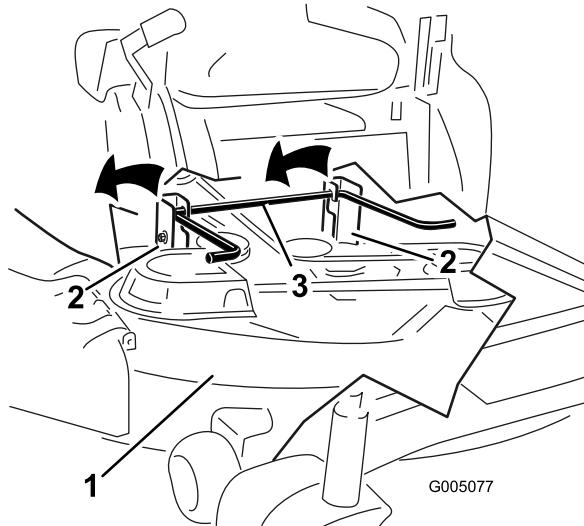
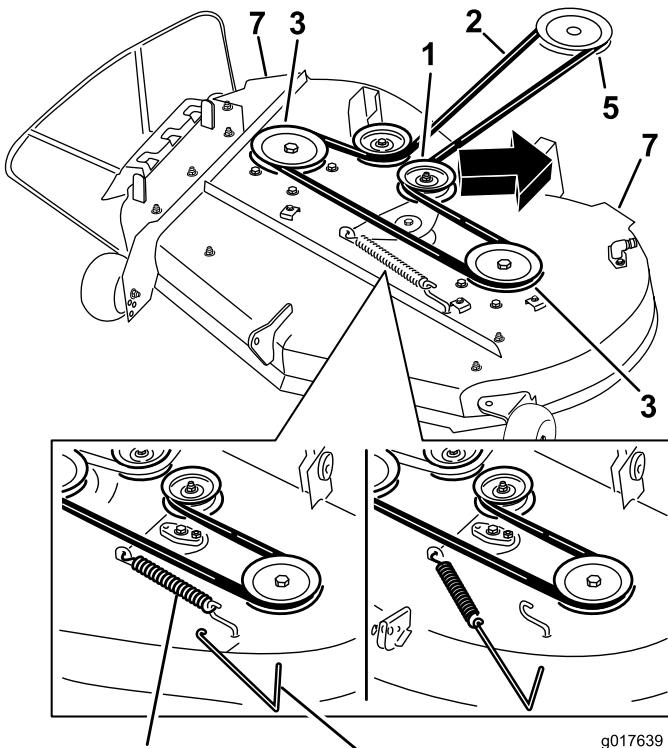

Figura 56
Figura 57
5. Usando las asas de la carcasa de corte, eleve la carcasa de corte y separe ésta y las pletinas de suspensión de la varilla de elevación trasera; luego baje el cortacésped con cuidado al suelo (Figura 56 y Figura 57).
- Usando una herramienta para la retirada de muelles (Pieza Toro N° 92-5771), retire el muelle tensor del gancho de la carcasa para eliminar la tensión de la polea tensora, y retire la correa de las poleas (Figura 57).
- Pase la correa nueva alrededor de las poleas del motor y del cortacésped (Figura 57).
- Usando una herramienta para la retirada de muelles (Pieza Toro N° 92-5771), instale el muelle tensor sobre el gancho de la carcasa y tense la polea tensora y la correa (Figura 57).
- Eleve la parte trasera de la carcasa de corte y coloque las pletinas de suspensión sobre la varilla de elevación trasera (Figura 56).